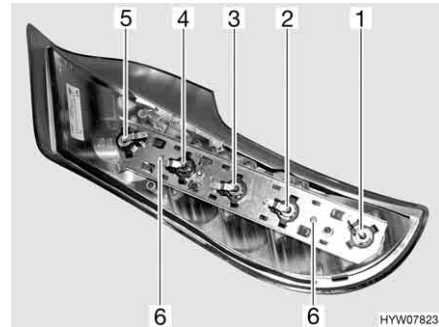

Fig. 168 Luci posteriori (lato posteriore)
- Svitare le due viti Torx (Fig. 168,6) del listello di supporto poste sul lato posteriore dell'involucro.